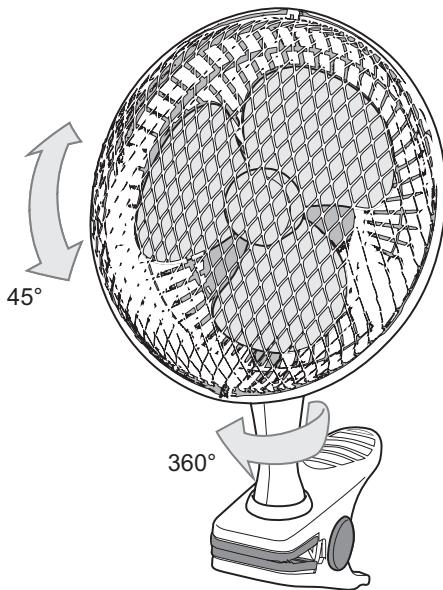

Figure 4
2. Réglez la direction souhaitée du courant d'air (voir la figure 4). Le ventilateur offre les possibilités suivantes :
- b. Tourner à gauche et à droite (360° autour de l'axe) (voir la figure 4).
5. Pour arrêter le ventilateur, sélectionnez position '0' avec le réglage de vitesse (4).